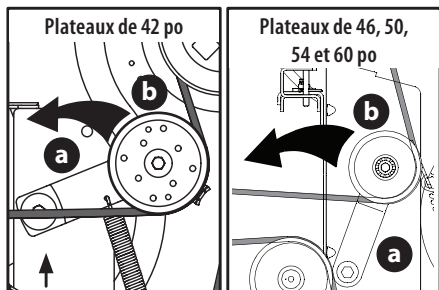

Fig. 41
- a. À l'aide de la poignée de levage du plateau ou de la pédale et du bouton de levage du plateau, ou de la pédale et de la goupille de levage du plateau, élevez-le jusqu'à la position la plus horizontale possible entre les galets tendeurs de plateau et la poulie de la PDF située au bas du moteur (Fig. 41 à la page 106).
- b. En partant du milieu du tracteur, faites pivoter le support du galet (a) et le galet tendeur mobile (b) vers l'arrière avec un éloignement suffisant pour soulever la courroie et la faire passer au-dessus de la poulie de fusée (Fig. 41).